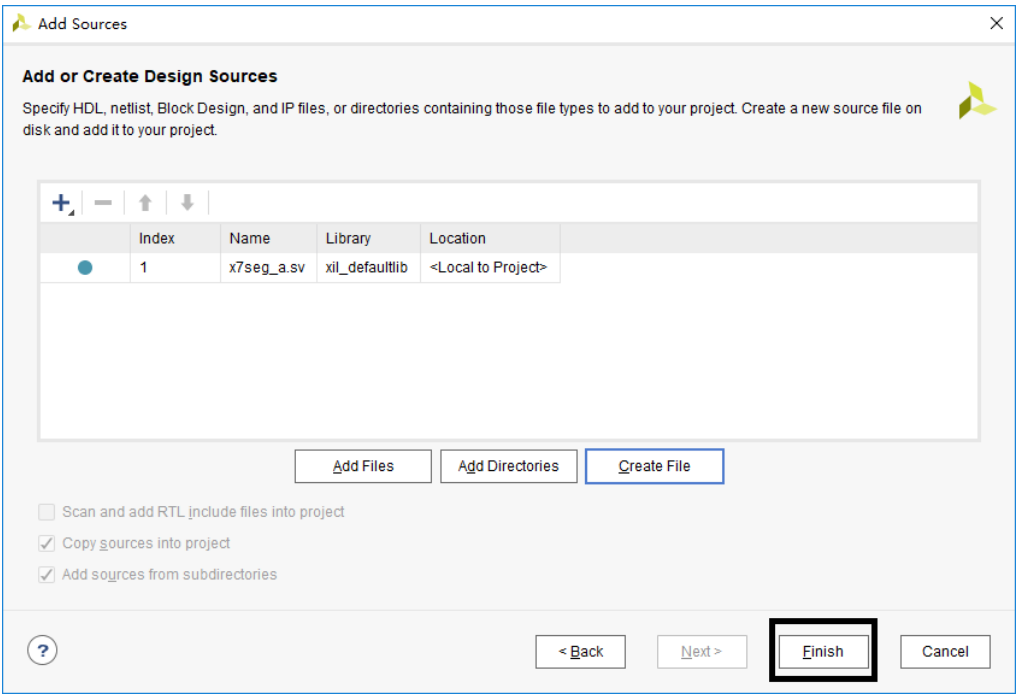

图 1-12 已创建的设计源文件
(5). 返回 Add or Create Design Sources 窗口，显示出刚刚创建的设计源文件，如图 1-12 所示。单击 Finish 按钮，完成设计源文件的创建。